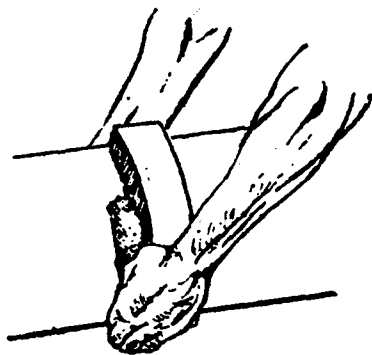

FIG. 2
3.^o Passo – Coloque o cilindro de barro em torno do tubo, encostando-o na bolsa (fig. 2).